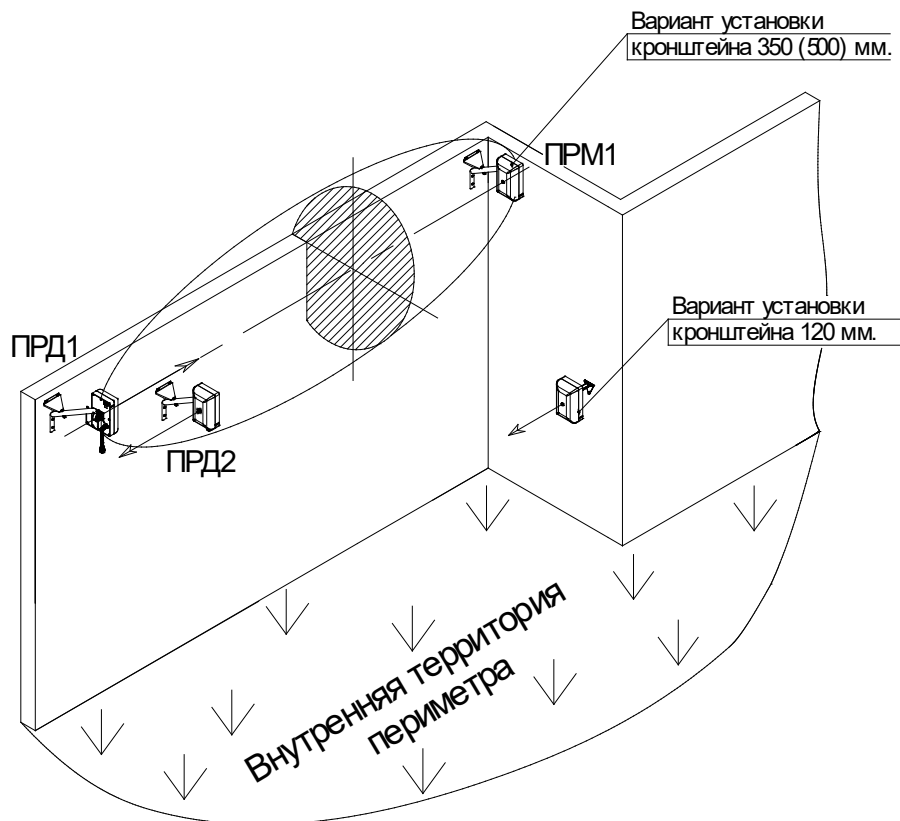

Рисунок 17 – Пример установки извещателя с применением выносных кронштейнов 500, 350, 120 мм
– кронштейн с выносом 350 мм рекомендуется применять, если верхней части ограждения отсутствуют средства физической защиты (далее – СФЗ) (рисунок 17);
– кронштейн с выносом 500 мм рекомендуется применять, если верх ограждения «закрит» СФЗ (армированная скрученная колючая лента (далее – АСКЛ), армированная колючая лента (далее – АКЛ) и т.п.) (рисунок 17).